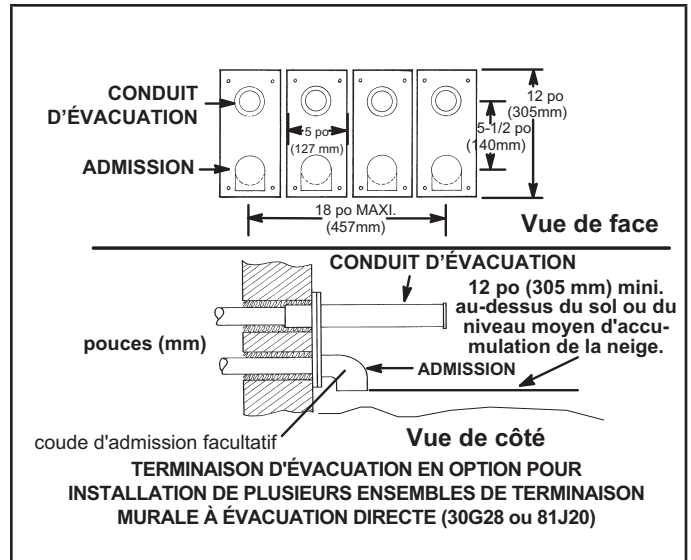

FIGURE 35
- 8 - Selon les recommandations du fabricant, une installation composée de plusieurs générateurs peut être reliée à un groupe de quatre terminaisons ou moins assemblées à l'horizontale, comme illustré à la FIGURE 35.